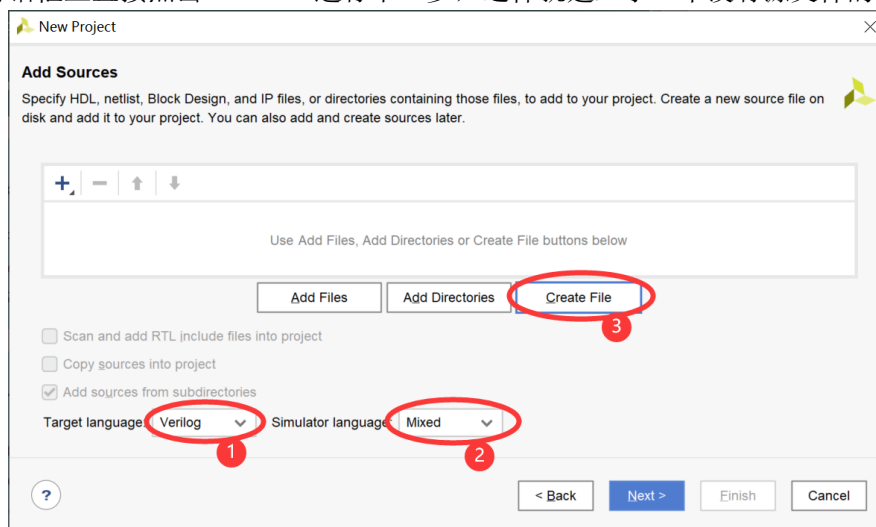
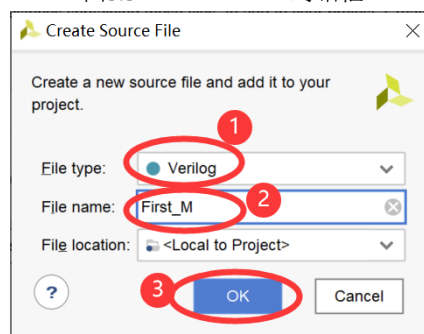
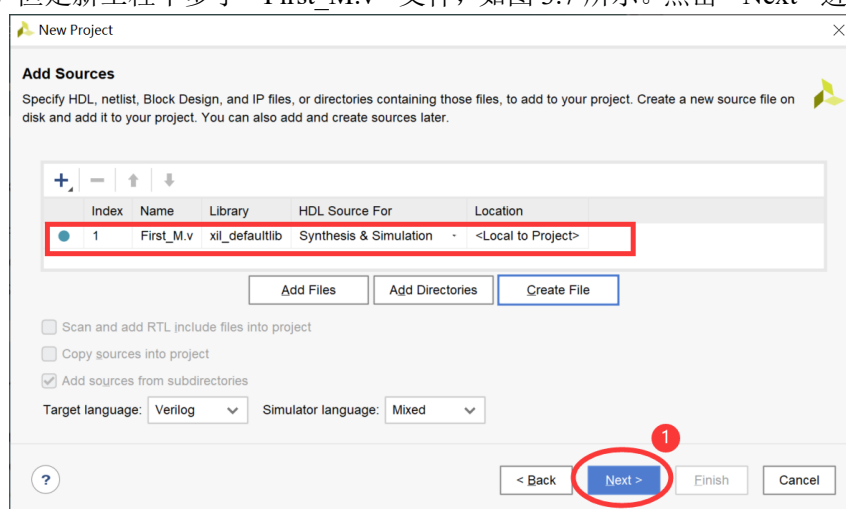

图3.5 Add Sources 对话框
图3.6 新建 Verilog HDL 源程序
图3.7 新建 First_M.v 文件
(4) 添加或者新建源程序。弹出“Add Sources”对话框，如图 3.5 所示，下方默认选择的目标语言是 Verilog，仿真语言是“Mixed”。在此可以点击“Add Files”或者“Add Directories”添加已有的源程序或者目录到该工程项目中；本次示例选择点击“Create File”按钮以新建一个源程序，单击后弹出“Create Source File”对话框如图 3.6 所示。本步骤也可以在图 3.5 所示的对话框上直接点击“Next”进行下一步，这样就建立了一个没有源文件的空工程。
在图 3.6 的对话框上，默认的文件类型是 Verilog，这意味着生成的文件是*.v 文件；然后输入文件名，假设输入“First_M”，然后点击“OK”按钮，对话框关闭，返回到图 3.5 所示对话框，但是新工程中多了“First_M.v”文件，如图 3.7 所示。点击“Next”进行下一步。